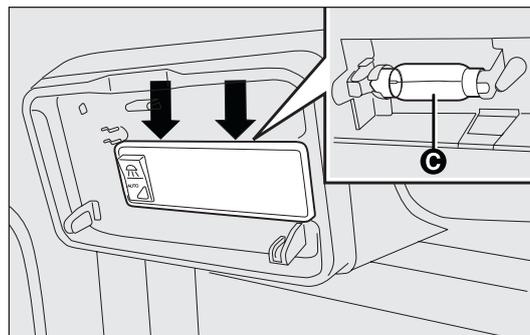

fig. 172
- sustituya la lámpara C-fig. 172 soltándola de los contactos laterales y asegurándose de que la lámpara nueva quede bloqueada correctamente entre los mismos contactos.